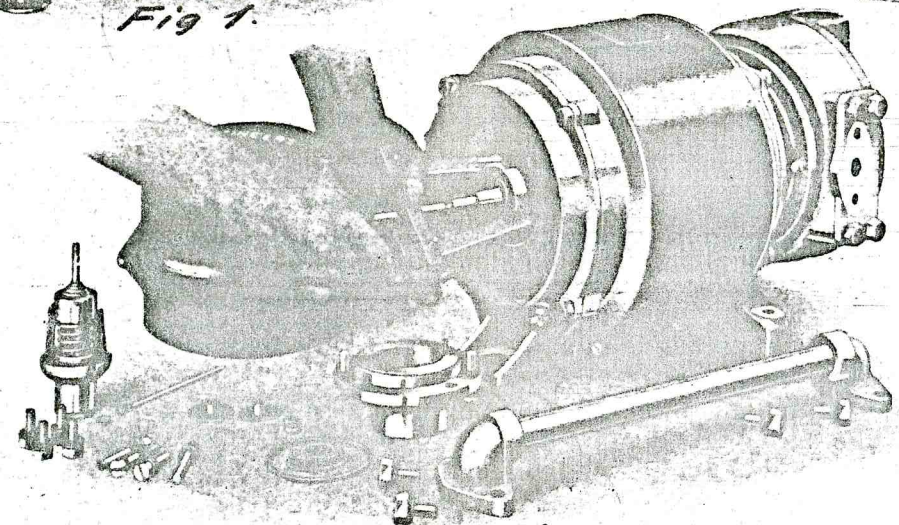

Fig 3.
1. Truk Løsestiften op og luk Skalet i Regulatorenden tilbage (21).
2. Kontramstrikkerne (27) paa Regulatorspindelen (26) afskrues og den ydre Spandeskive (51) aftages.
3. Fjederstiften fjernes, og Indstillingestiften (45) i Kvadranten trækkes ud, og Vinkelarmen (43), som bærer Trykpenden, svinges ud klar af Regulatorspindelen (26), og den inderste Spandeskive (52) aftages. (Evt. fjernes hele Vippearmen med Holder).
6. Løsekrueerne (20) i inderste Ende (19) af Regulatoren løses. (Disse holder Regulatoren fast paa Aakelen).
8. Boltene i Skalet (31) i Regulatorenden fjernes, og Afstrækkeren anbringes, idet man skrue de lange Bolte, som medfølger, i de to Gevindhuller i Skalet. Ved at stramme Skruen mod Aakelenden vil Skalet trækkes af.
9. Løsneskruen i Lejesmekken (2) løsnes, og Tegning (1) sættes paa Meknikken, som saa kan løsnes ved et let Slag paa Skafvet. Lejeskiven (3) under Meknikken fjernes og ligeledes Olieringen (39).
10. Ved at sævende "Riserne" i Stedet for Boltene aftages Nøgleskjæbet fra Akslen. Beskrivelse for Smøring (41) fjernes. (Se Fig. 3) Hvis alt er tæt, fjernes det sammen med Dækslet (29).
11. De Bolte, som holder Dækslet (29) i Regulatorenden, skrues ud, og ved et let Slag med en Hammer løsnes Dækslet og fjernes ved